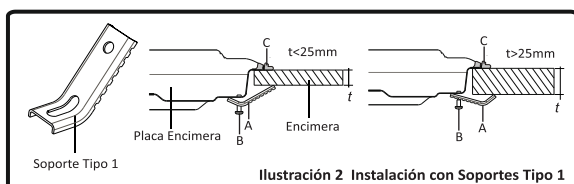

Ilustración 2. Instalación con Soportes Tipo 1
Inserte la placa en el hueco y fíjelo en su posición mediante los soportes (A) y los tornillos (B). Ajuste la posición de los soportes en función del grosor de la encimera, según lo indicado en la Ilustración 2. Apriete los tornillos uniformemente.